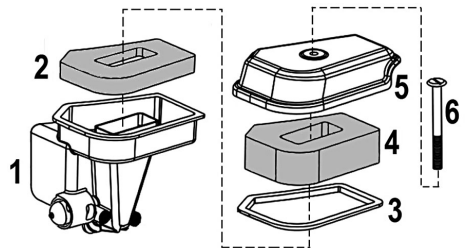

Рис. 9 Воздушный фильтр G110VK
1. Выкрутите винт крепления крышки воздушного фильтра (Рис. 9 п. 6) и снимите крышку воздушного фильтра (Рис. 9 п. 5).
2. Извлеките из крышки воздушного фильтра основной воздушный фильтр (Рис. 9 п. 4).
3. Извлеките из корпуса воздушного фильтра (Рис. 9 п. 1) предварительный воздушный фильтр (Рис. 9 п. 2).